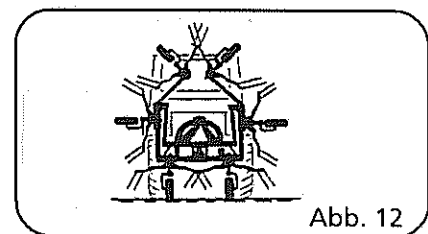

Abb. 12
1. Absenken auf den Boden (Abb. 12).